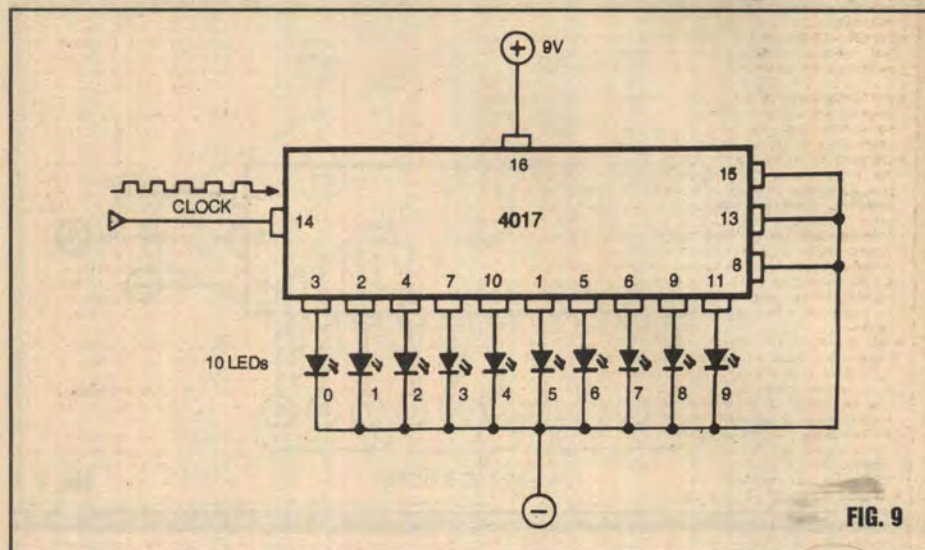

FIG. 9
**- FIG. 9 - UM SISTEMA COMPLETO, CONTADOR/DECODIFICADOR/INDICADOR, COM DISPLAY DE LEDS, USANDO O 4017...** - Voltando um pouco aos primeiros itens da presente "Lição", quando exemplificamos a decodificação da contagem, de binário para uma forma "decimalmente entendível", usando para isso barras com LEDs, e aplicando agora o que aprendemos sobre o versátil **4017**, podemos (vejam "esquema"... ) elaborar uma estrutura muito simples e direta, constando praticamente *apenas* do Integrado e dos LEDs indicadores, para contagem, decodificação e indicação através de barra de **10 LEDs**... Toda a eventual "complicação" está ( e fica...) "lá dentro" do **4017** que comanda, através das suas 10 Saídas, a década de LEDs (observar a ordem...) para indicação direta, através da iluminação clara e única do "LED da vez", de contagens de **0 a 9** (em "puro" decimal...). Quem quiser realizar a experiência sobre um *proto-board* poderá fazê-lo com grande facilidade... A Entrada dos pulsos deve ser feita pelo pino **14** (Entrada de *Clock*). A alimentação (**positivo** no pino **16** e **negativo** no pino **8**...) deve situar-se entre 6 e 9V, para ao mesmo tempo garantir boa luminosidade nos LEDs, sem "forçar" nem estes nem o próprio Integrado, em termos de dissipação ou excesso de Corrente... Os pinos de *Clock Enable* (**13**) e de *reset* (**15**) devem ser "negativados" (mantidos em nível "0"... ) para que a contagem, decodificação e indicação se dêem sem interrupções ou "proibições". Lembrar das características e dos